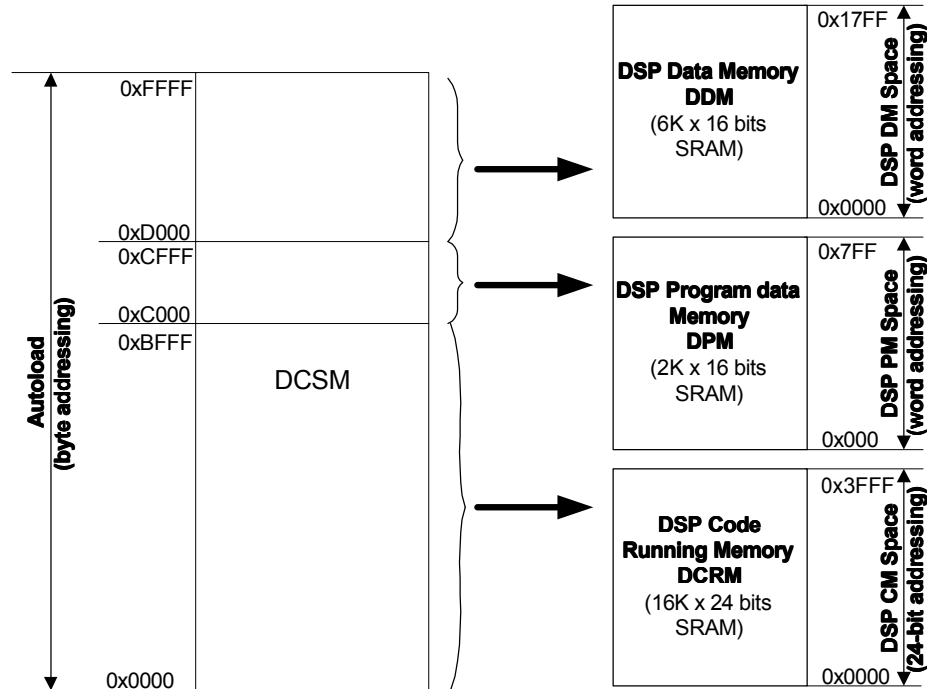

图7-2
SH99F100中有一块硬件逻辑，可以将DCSM区中指定区域中的内容自动加载至DCRM、DDM以及DPM区域中。对应关系如图7-2所示。
- 上电预热或8000CKs时间之后，再经历振荡器预热时间（详见7.5节），在这段时间内同时执行Autoload过程：MCU与DSP停止运行，DCSM中的数据按照图7-2中的对应关系加载至DCRM、DDM和DPM区中。
系统正常工作时，使用晶振（Crystal）结合芯片内部振荡电路来产生时钟信号 $f_c$ 或直接使用与TTL电平相匹配的时钟源作为时钟信号 $f_c$ 。整体结构如图7-2所示。